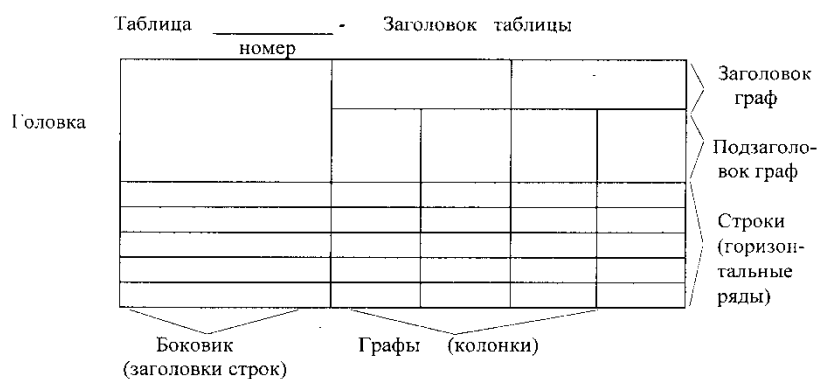

Рисунок 1 – Пример оформления таблицы
7.5.4 Название таблицы, при его наличии, должно отражать ее содержание, быть точным, кратким. Название таблицы помещают над таблицей после ее номера через тире, с прописной буквы (остальные строчные), без абзацного отступа. Надпись «Таблица...» пишется над левым верхним углом таблицы и выполняется строчными буквами (кроме первой прописной) без подчеркивания (рисунок 1).
Если рисунок один, то он обозначается «Рисунок 1». Иллюстрации каждого приложения обозначают отдельной нумерацией арабскими цифрами с добавлением перед цифрой обозначения приложения. Например, «Рисунок А.3».